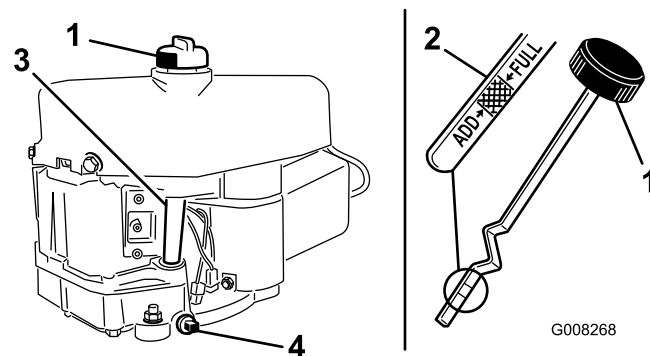

Figura 24
8. Svitare l'asta di livello dell'olio e pulite l'estremità metallica (Figura 24).
9. Infilate a fondo l'asta di livello nel bocchettone di rifornimento (Figura 24).
9. Togliete il tappo di spurgo per lasciare defluire l'olio (Figura 24).
7. Pulite attorno all'asta di livello (Figura 24) in modo che la morchia non possa penetrare nel foro di rifornimento e danneggiare il motore.
11. Pulite la zona circostante l'asta di livello e svitate il tappo (Figura 24).
12. Versate lentamente nel tubo di rifornimento (Figura 24) l'80% circa dell'olio motore.